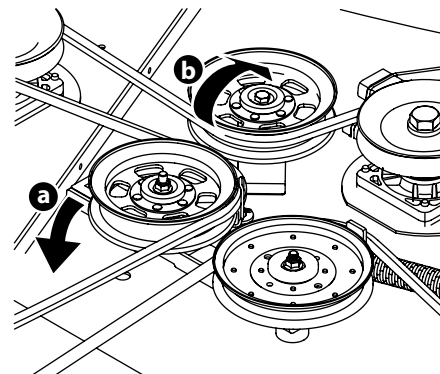

Figura 4-11
- b. Desde la parte media del tractor, haga girar el soporte de polea loca y la polea loca móvil hacia atrás, separándolos de la parte posterior de la correa en 'V' (a) a una distancia suficiente que permita levantar la correa, por encima de la polea loca (b). Vea la Figura 4-11.